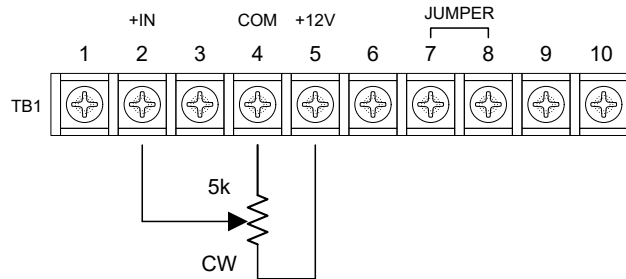

Figure 4.3 Commande à distance avec un potentiomètre
- a. Avec l'alimentation du PF3 coupée, connecter le potentiomètre comme indiqué à la figure 4.3. La position horaire (CW) correspond à la sortie de puissance maximale. La borne TB1-5 est connectée en interne à une source de tension continue positive.